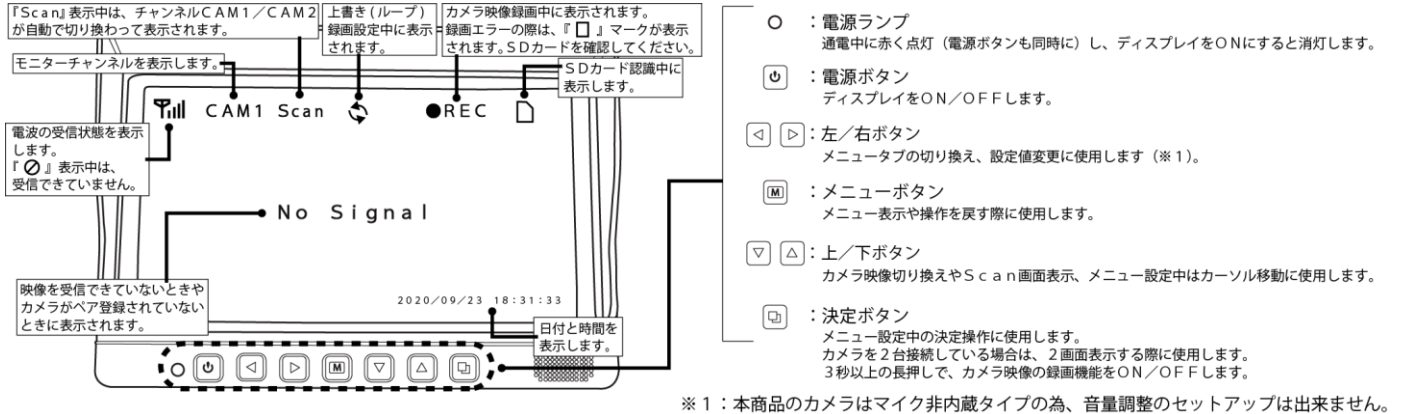

図7
- ①『2, 取り付け、配線方法』の手順通りに配線された状態で、車輛のエンジンを始動させてください。
- ②エンジンが始動すると、モニターの“電源ランプ（電源ボタン）”が赤く点灯しスタンバイ状態となり、“電源ボタン”を押すとディスプレイにカメラ映像が映し出され起動します（図7参考）。
- ①『2, 取り付け、配線方法』を参考にし、モニターをDC12/24V電源へ接続してください。
- ②『●電源のON/OFF』を参考にし、モニターを起動させてください。
- ③“上/下ボタン”を押して、モニターのチャンネルを“CAM1”に設定してください（図7参考）。
- ④③の状態『2, 取り付け、配線方法』を参考にし、バックカメラとして使用するカメラをDC12/24V電源へ接続してください。
- ③ディスプレイにカメラ映像が映し出された状態で、“決定ボタン”を3秒以上押すと録画が開始されます。録画が開始すると、ディスプレイ上部に“●REC”と表示されます（図7参考）。
- ④録画を停止する場合は、再度“決定ボタン”を3秒以上押してください。録画が停止すると、“●REC”は非表示となります。
また、録画ファイル再生中に“メニューボタン”を押すと、再生を停止することができます（図7参考）。